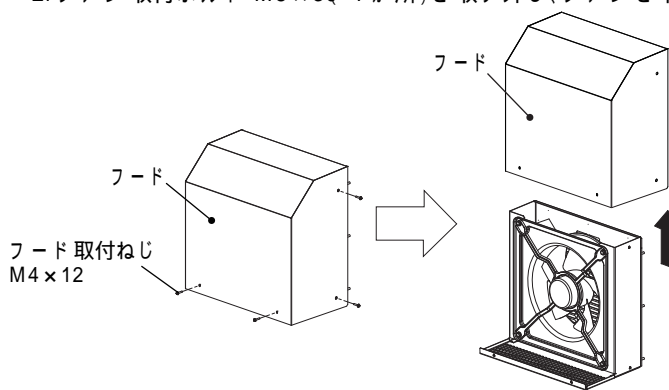

図4
1. フード取付ねじ M4×12 6カ所)を取り外し、フードを持ち上げ取り外してください。(図4)